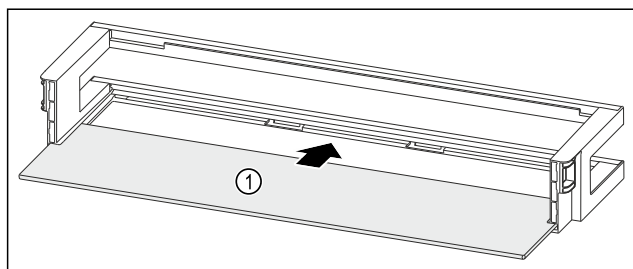

Fig. 139 Дверная полка со съемной полкой
- Вдвиньте съемную полку Fig. 139 (1) в боковые пазы.